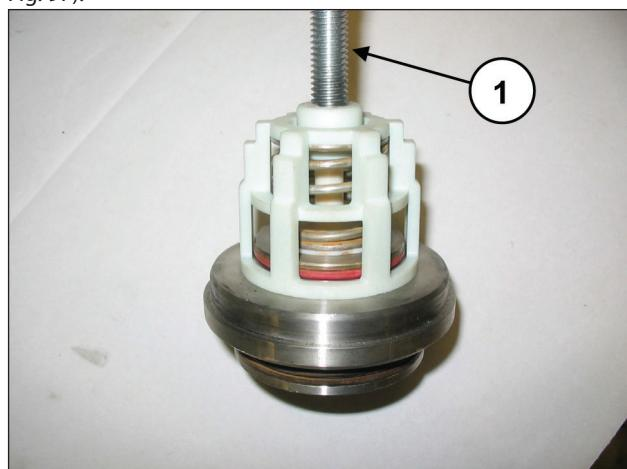

Fig. 97
Desmonte os grupos da válvula de aspiração e de descarga, apertando um parafuso M10 de modo a pressionar a guia interna e extraír a guia da válvula do local da válvula (pos. ①, Fig. 97).